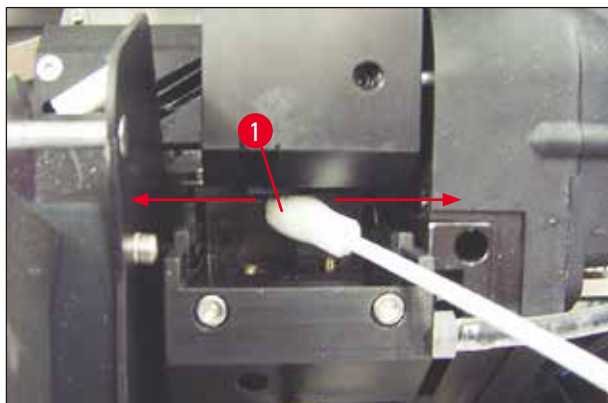

図 54
5. 綿棒を印字ヘッドの隙間に慎重に挿入します (→ "図 54")。軽く上方に (印字ヘッドに) 押し付けながら、綿棒を前後に動かします (約 10 回)。この手順で、乾燥したインク残留物を取り除きます。